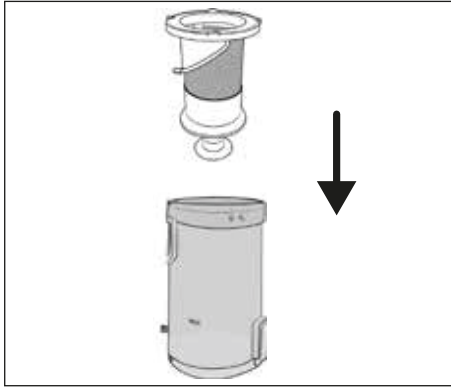

Fig. 21
- 6) Inserte el filtro de acero inoxidable **6** en el depósito de polvo **7** y presiónelo hasta el fondo (consulte la fig. 21). Para ello, observe los encastramientos de diferente tamaño del filtro de acero inoxidable **6**. El filtro de acero inoxidable **6** solo puede insertarse en una posición en el depósito de polvo **7** según estos encastramientos.